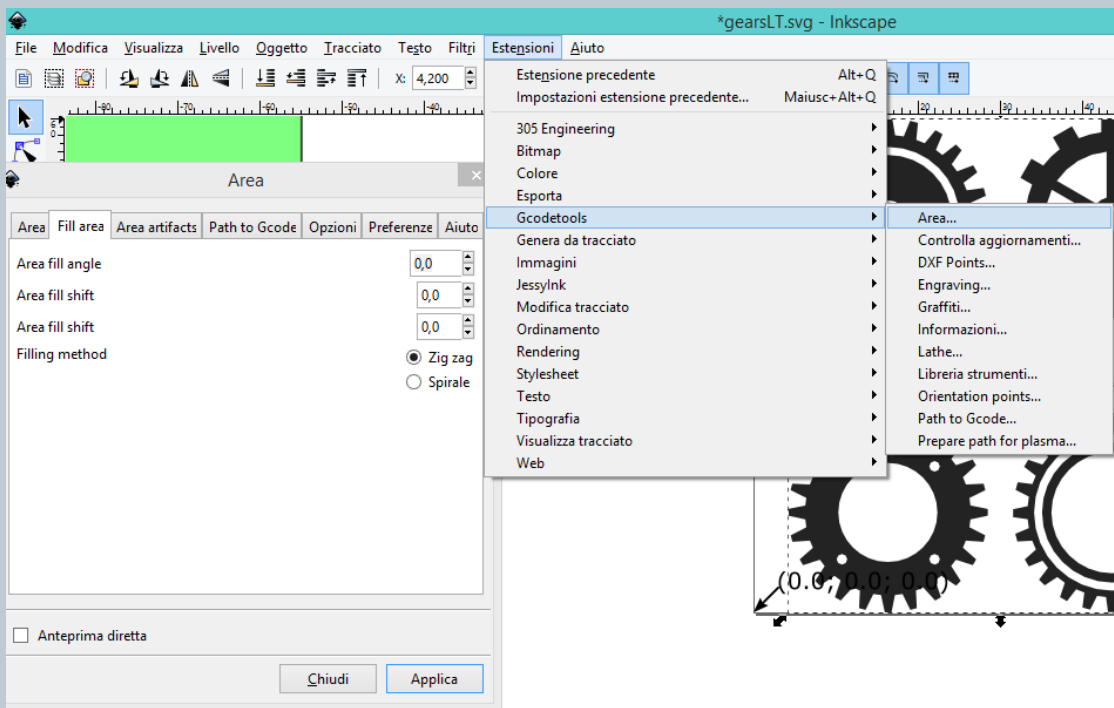

Fig. 59
- Dopo aver selezionato l'immagine con lo strumento "Seleziona e trasforma oggetti" (tasto rapido F1), scegliere dal menu a tendina "Estensioni" -> "Gcodetools" -> "Area". Dalla finestra che si è aperta, spostarsi sulla seconda schermata "Fill Area". (Fig. 59)